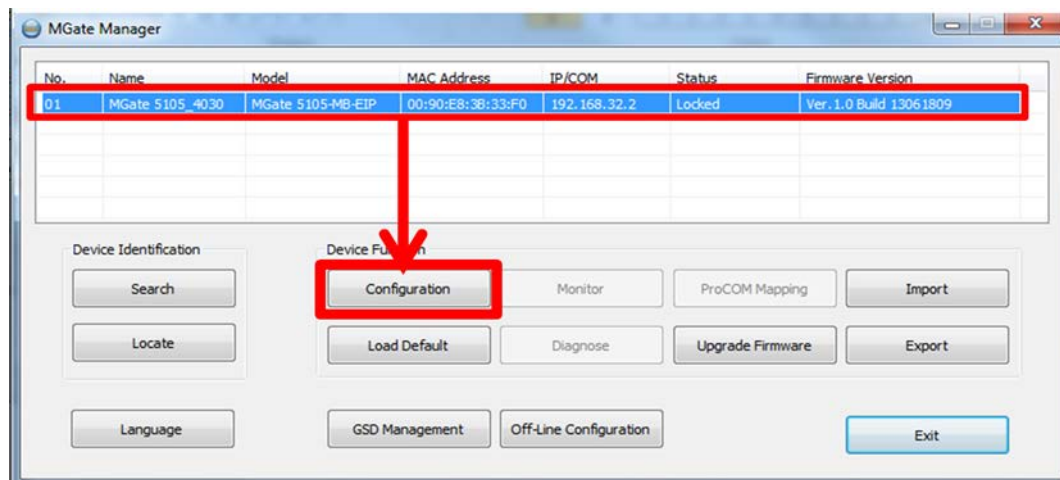

Рис. 3
1.2 Выберите устройство, которое необходимо настроить и нажмите кнопку **Configuration** (Рис. 3).